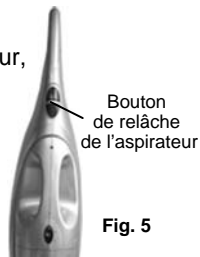

Fig. 5
1. Afin de retirer l'aspirateur du boîtier du bloc-moteur, enfoncez le bouton de relâche de l'aspirateur. (Fig. 5)